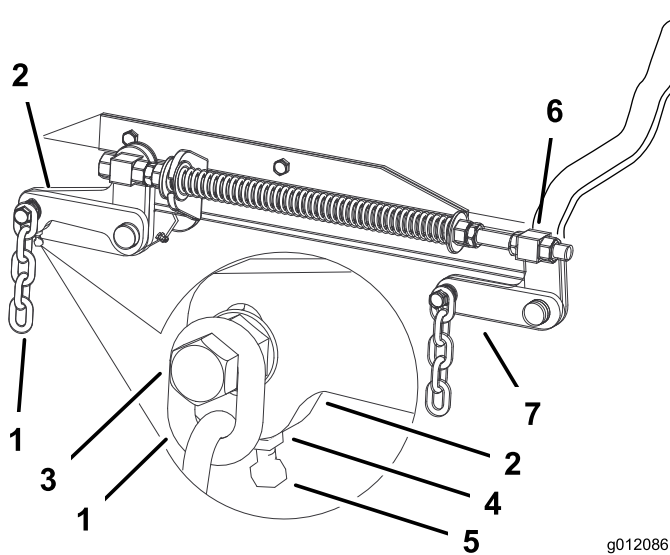

Figure 63
7. Si la distance mesurée au point **B** ou **C** n'est pas correcte, desserrez le boulon de fixation de la chaîne arrière au bras de support arrière (Figure 63).
8. Desserrez l'écrou de blocage sous le bras de support arrière et agissez sur le boulon de réglage de manière à obtenir une distance de 79 à 83 mm (3-1/8 à 3-1/4") (Figure 63).
7. Desserrez d'environ 13 mm (1/2") les écrous de blocage à l'avant des pivots avant gauche et droit (Figure 63).
8. Réglez les écrous de relevage sur les côtés gauche et droit de la machine de manière à abaisser l'avant de 6 à 10 mm (1/4 à 3/8") au point **A** par rapport au point **B** à l'arrière (Figure 63).